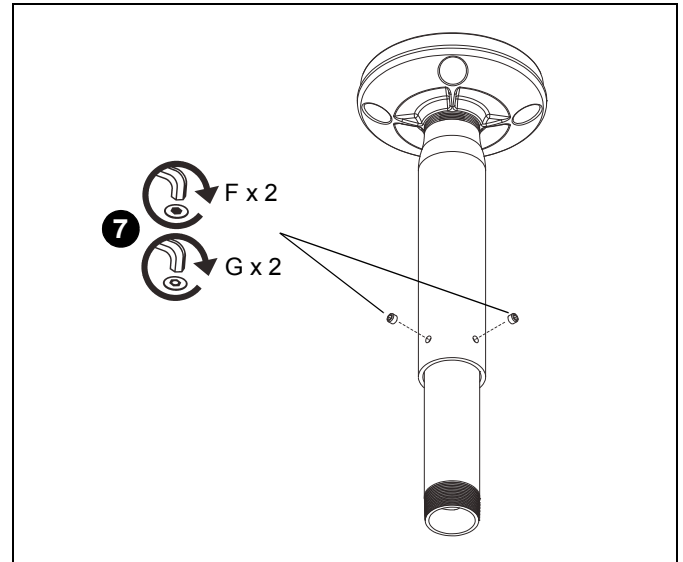

**Figura 3**
- Usando a chave (J), instale de forma frouxa o parafuso (C) através da arruela (D), da arruela chata (E) e da coluna externa (B) no orifício de ajuste da coluna interna (A) (Veja a figura 3).
- Ajuste a coluna (A ou B, conforme aplicável) para o comprimento desejado e, em seguida, gire e trave na posição desejada (Veja a figura 3).
- Aperte o parafuso (C) usando a chave (J) (Veja a figura 3).